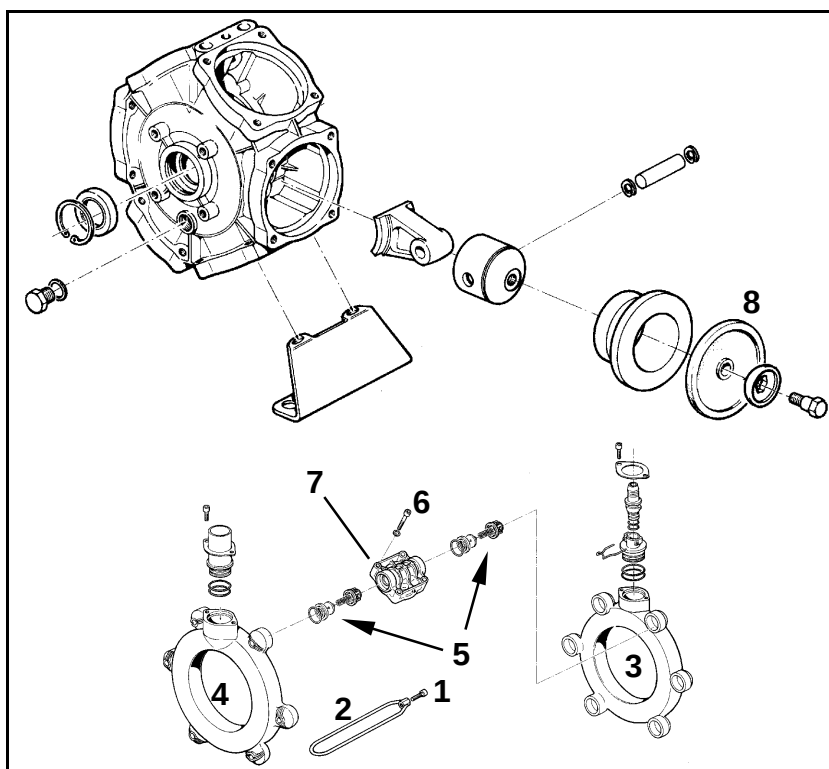

Fig. 223
- Desmontando la membrana de émbolo (Fig. 223/1) comprobar su estado por lo menos una vez al año.
- ¡Observar la posición de montaje de las válvulas del lado de aspiración y de presión! (Fig. 223/5).
- Si sólo una membrana de émbolo está hinchada o porosa, reemplazar las membranas de todos los émbolos (Fig. 223/6).
2. Aflojar los tornillos (Fig. 223/1) y quitar el estribo de sujeción (Fig. 223/2).
3. Quitar tubo de aspiración y de presión (Fig. 223/3 y Fig. 223/4).
4. Extraer los grupos de válvulas (Fig. 223/5).
5. Quite los tornillos (Fig. 223/6).
6. Quite la culata de cilindro (Fig. 223/7).
7. Comprobar la membrana de émbolo (Fig. 223/8).
8. reemplazar las membranas defectos (Fig. 223/8)